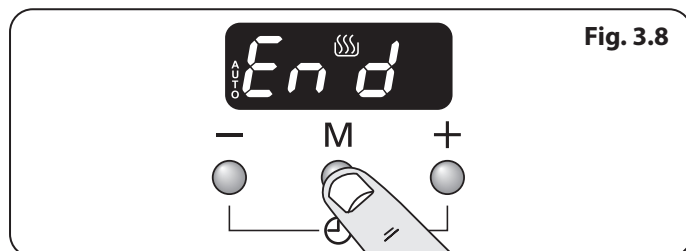
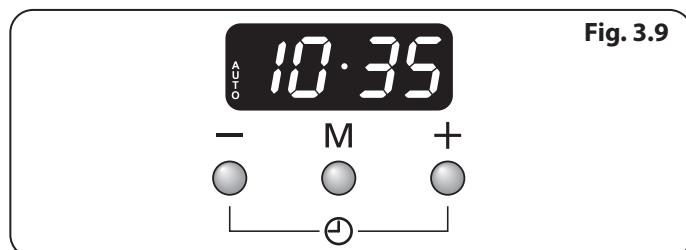

Fig. 3.8
Fig. 3.9
2. Appuyer sur le bouton mode [M] jusqu'à ce que l'écran clignote (Fin) (**Fig. 3.8**). Puis sélectionner l'« heure d'arrêt » à l'aide des boutons [+] ou [-]. L'heure s'affichera avec le mot « AUTO » (**Fig. 3.9**).